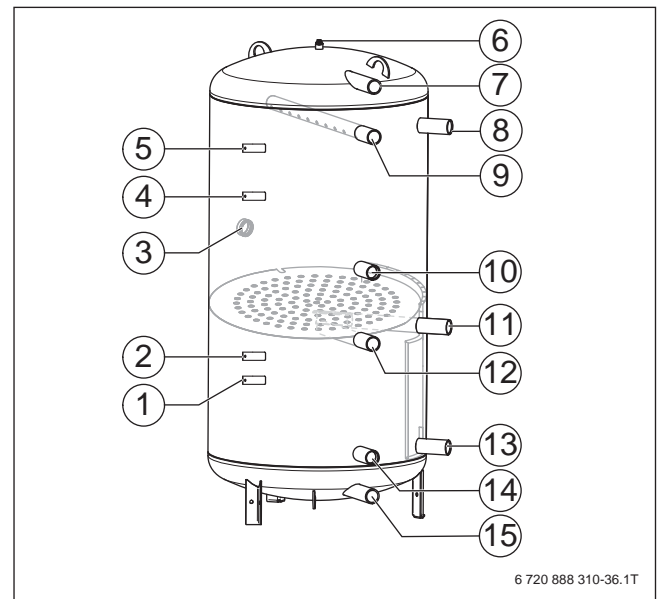

Bild 252 PRZ-Speicher anschließen
- Um Wärmeverluste und einen ineffizienten Betrieb, besonders in Verbindung mit Wärmepumpen, durch ein Zirkulationssystem zu reduzieren, sollte die Zirkulationspumpe bedarfsgerecht angesteuert werden. Dabei die einschlägigen Normen beachten (→ Bild 252). Eine Zirkulationspumpe kann optional eingebaut werden: